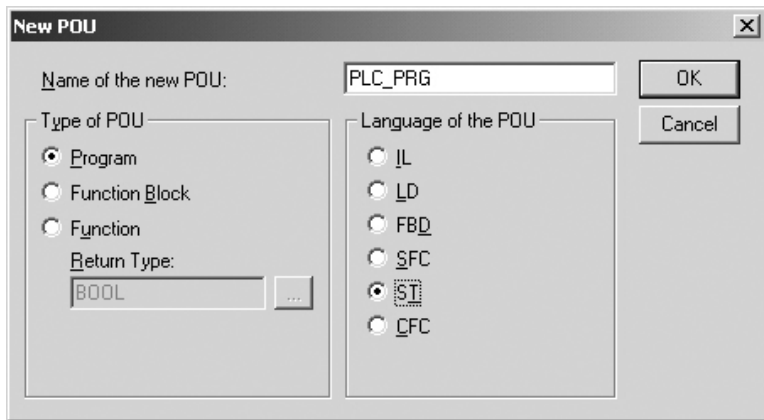

Рисунок 7.2 - Окно создания основного POU
7.4 После подтверждения настроек Target-файла необходимо создать основной POU (главную программу проекта). Окно этого диалога представлено на рис. 7.2. Главная программа всегда должна иметь тип **Program** и имя **PLC_PRG**. Поэтому в данном диалоге необходимо выбрать только язык программирования (Language of the POU).